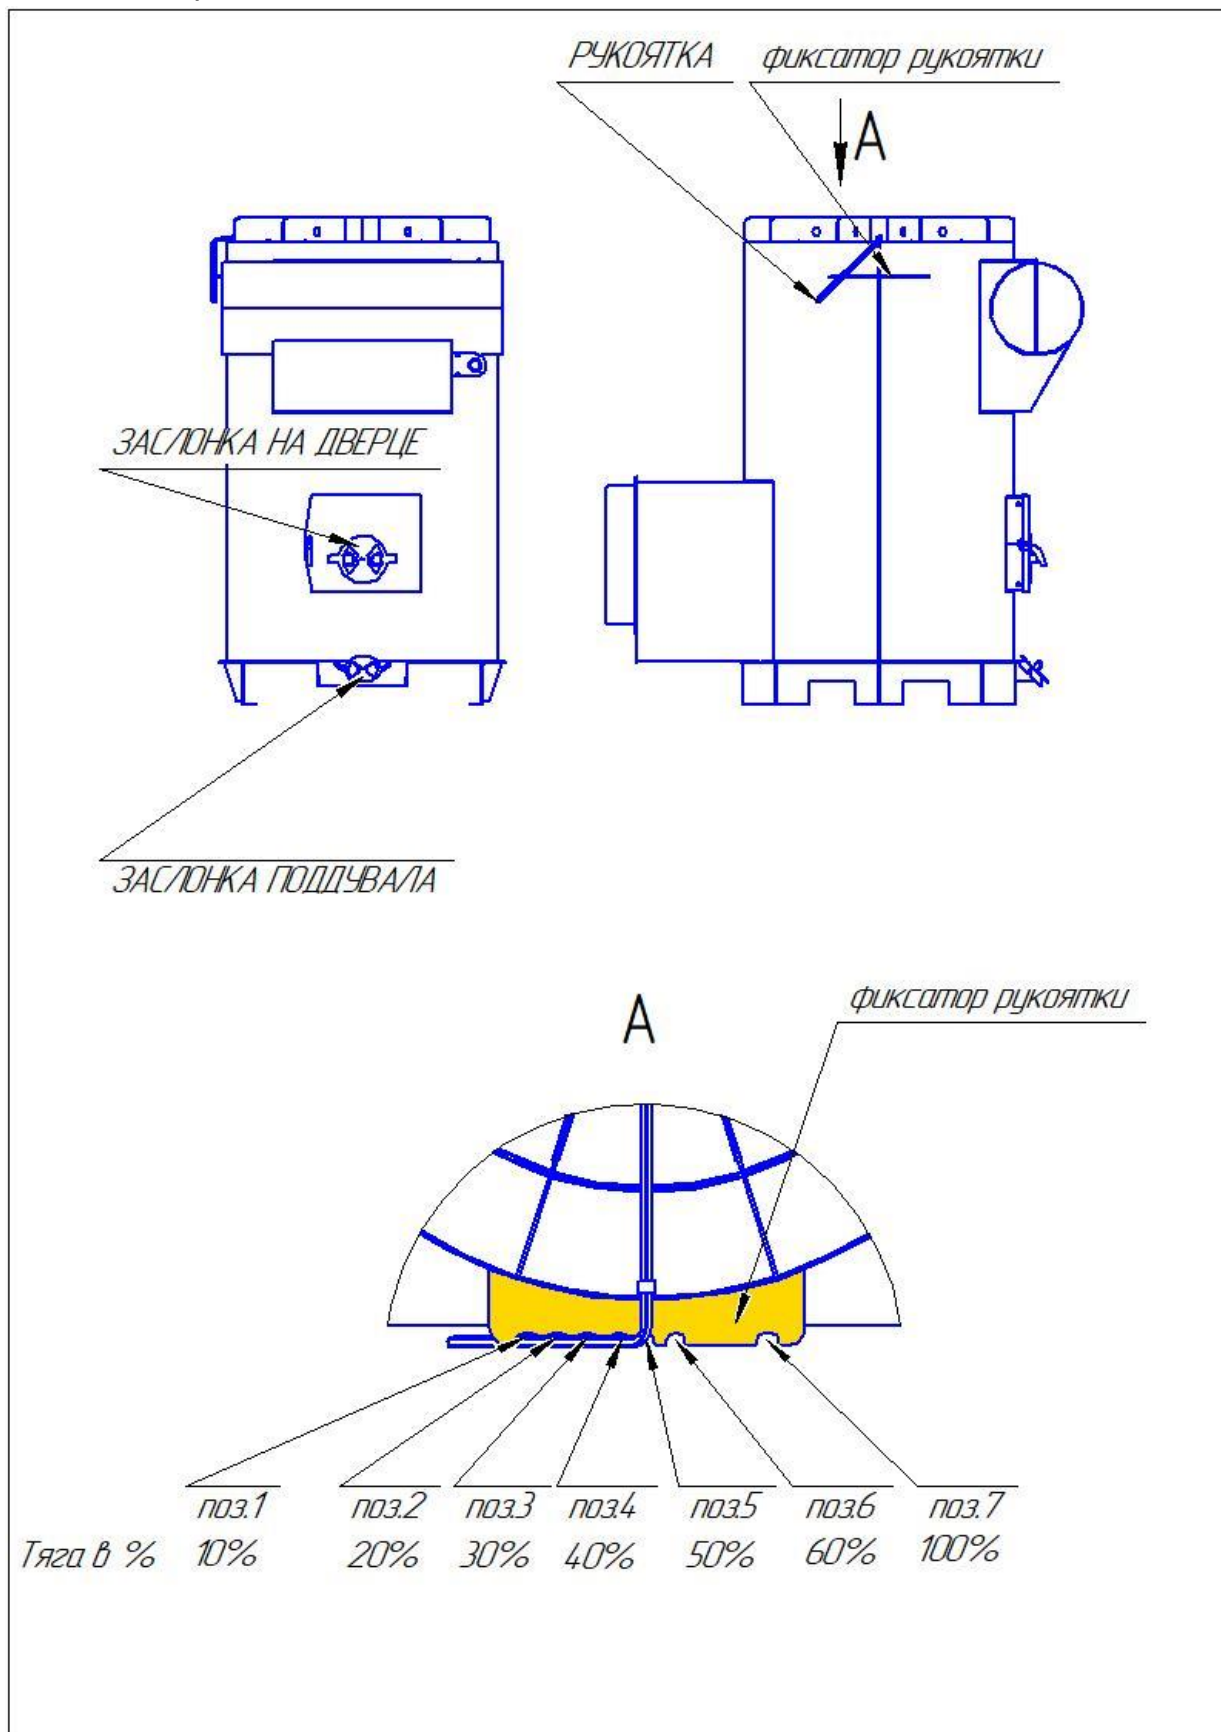

Рис.11
8.2. Оснащение теплогенератора элементами регулирования горения топлива показано на рис.11